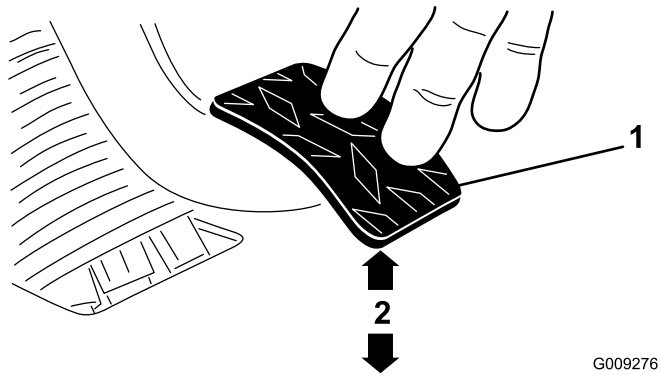

図 70
3. ジャムナットまたはボールジョイントを調整する 1.8 kg の力でクラッチペダルを踏んだ時にペダルの裏面の下端が床のダイヤモンド柄の頂部から 9.5 ± 0.3 cm になるようにする図 70。